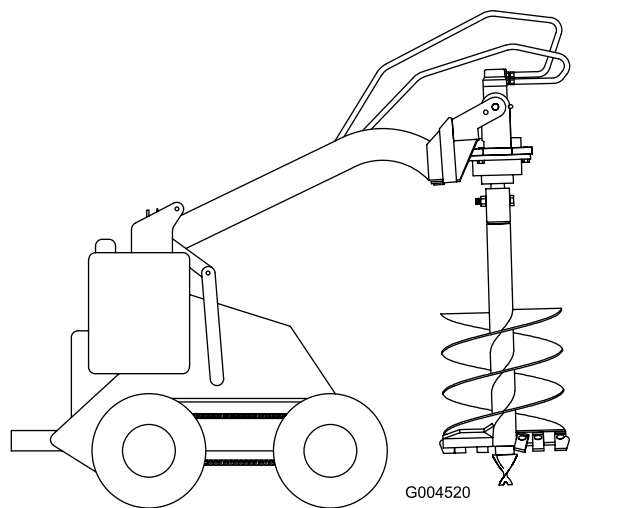

Figura 9
13. Ridicai melcul liber de sol (**Figura 9**).
14. Când melcul este vertical, înclinai placa de ataare în spate până când capul de antrenare intră în contact cu placa de ataare pentru a stabili melcul i a împiedica balansarea liberă (**Figura 9**).
1. Ridică melcul astfel încât să elibereze solul și să fie vertical (Figura 9).